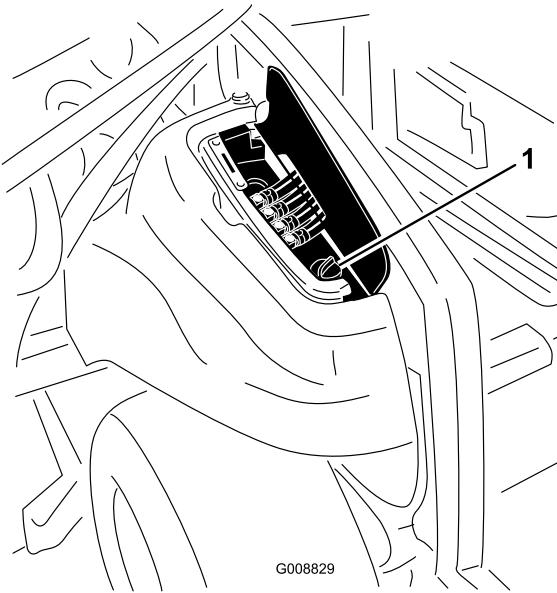

Figura 87
2. En el lado derecho de la máquina, levante la tapa para tener acceso al tapón del depósito de aceite hidráulico (Figura 87).
3. Limpie la zona alrededor del cuello de llenado y el tapón del depósito hidráulico (Figura 87).